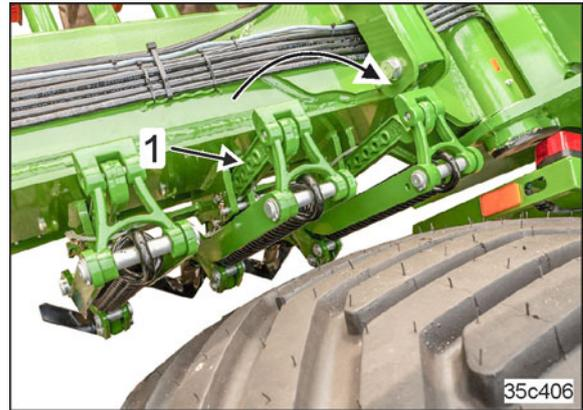

Fig. 196
2. Mettre la profondeur de travail à la position souhaitée en déplaçant l'effaceur de traces (Fig. 196/1)